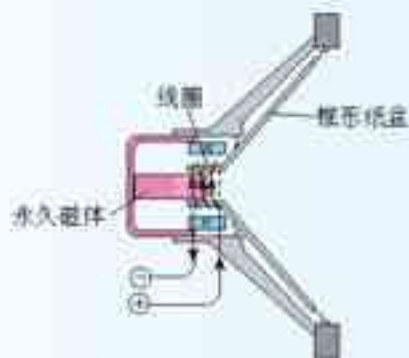

图4.4-5 动圈式扬声器
- 动圈式扬声器的结构如图4.4-5所示，线圈圆筒安放在永磁体磁极间的空隙中，能够自由运动。随声音变化的电流通过线圈，安培力使线圈运动，纸盆与线圈连接，随着线圈振动而发声。